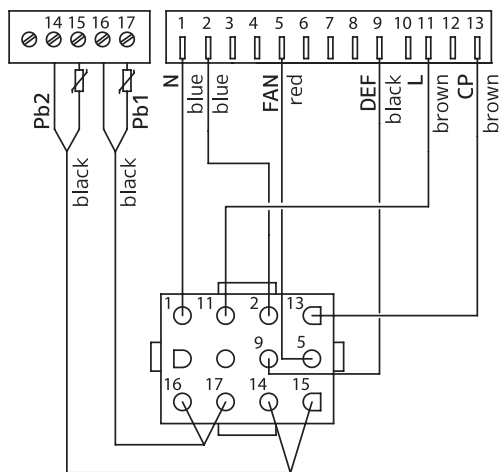

Fig. 7.
7. Verbind de draden aan de sturing van de werkbank zoals aangetoond op het diagram (fig. 7);